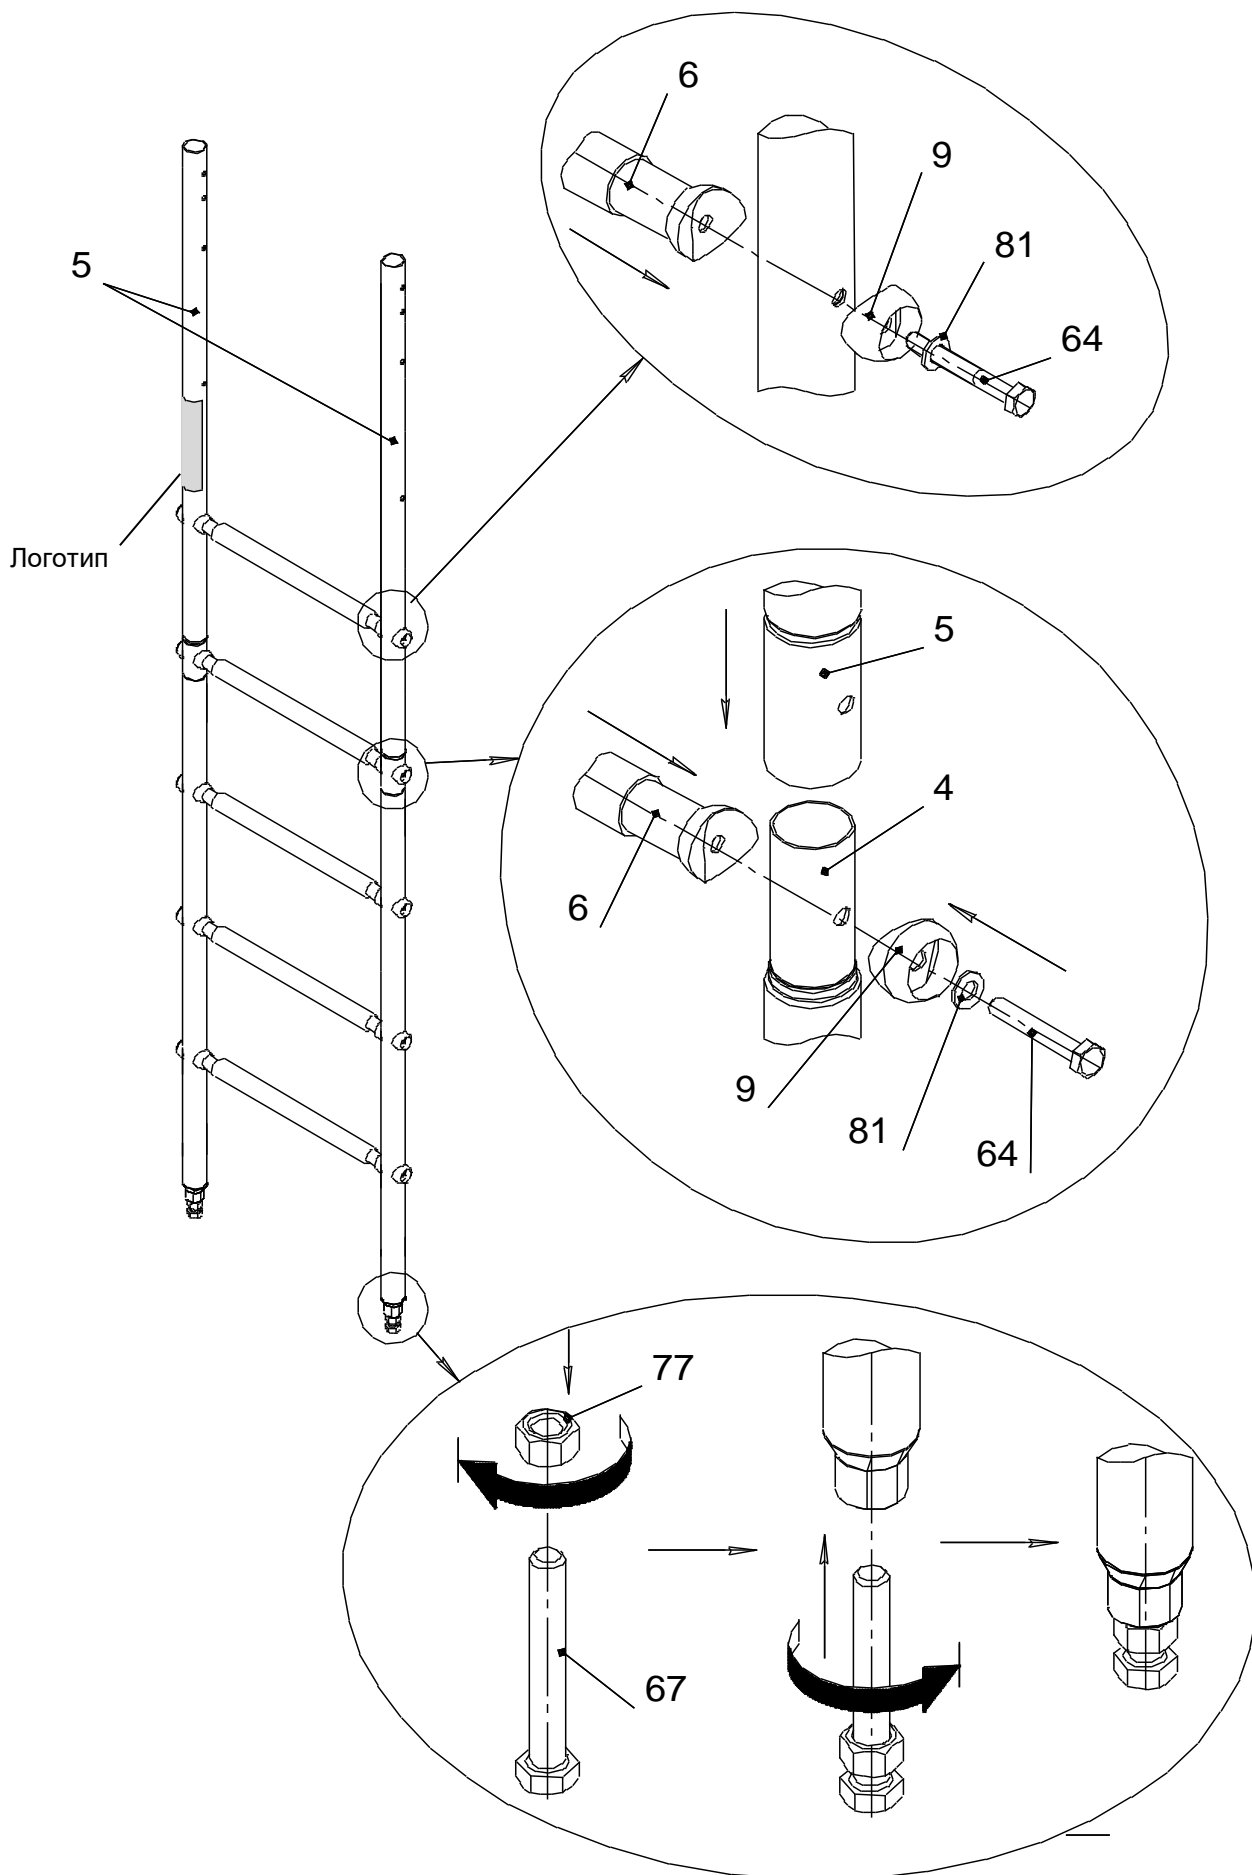

Рис.3
- Собрать две нижние стойки с болтами поз.67 (см. рис.3, II);